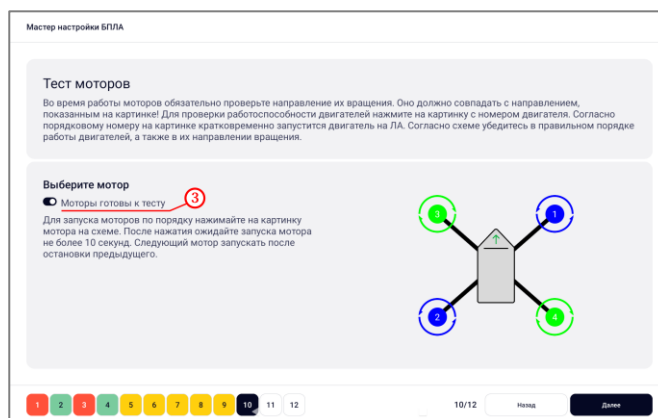

Рисунок 20
- убедиться, что отображается статус «Моторы готовы к тесту» (рисунок 20, шаг 3);